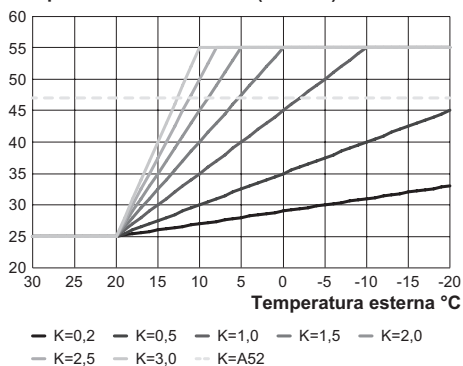
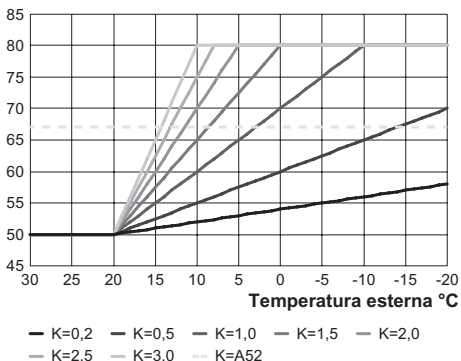

Figura 5.29
Figura 5.30
Con temperatura di regolazione riscaldamento **28-55°C** (Figura 5.29) o con temperatura di regolazione **50-80°C** (preimpostata di fabbrica) (Figura 5.30) (vedere "Selezione del set temperatura riscaldamento" a pag. 44).
- Utilizzando i tasti 16 o 17 è possibile modificare il valore del parametro P08 da un minimo di **1,0** ad un massimo di **3,0** in base alla curva scelta del coefficiente K in Figura 5.29 (il valore letto sul display corrisponde a valori decimali di coefficienti K).